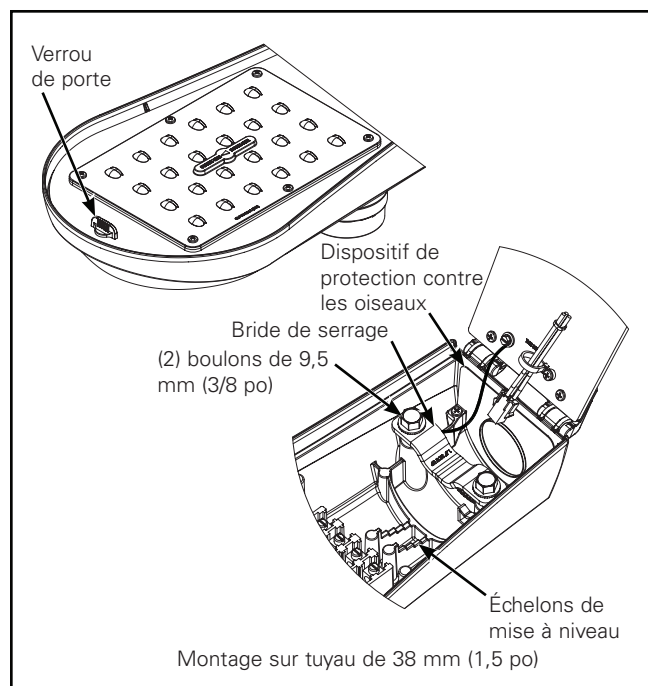

Figure 2.
5. Si un tuyau de 38 mm (1-1/2 po) est utilisé, retirez les boulons de la bride de serrage et retournez la bride de serrage pour que la taille du tuyau soit visible depuis le haut. La bride de serrage doit être inversée pour l'option du tuyau plus petit. (Figure 2)